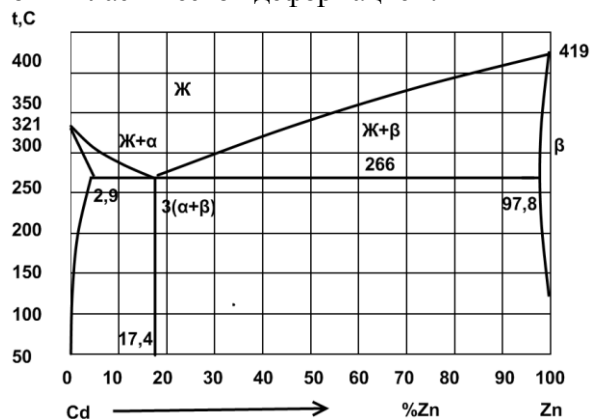

Рис. 9. Диаграмма состояния кадмий – цинк (Cd – Zn)
- Вычертите диаграмму состояния системы кадмий – цинк (Cd – Zn). Опишите взаимодействие компонентов в жидком и твердом состояниях, укажите структурные составляющие во всех областях диаграммы состояния и объясните характер изменения свойств сплавов в данной системе с помощью правил Курнакова (рис. 9).